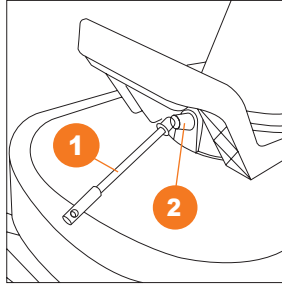

Рис. 9
1. Вставьте шарнир поворотного механизма **1** в основание трубы выброса **2** (Рис. 9).